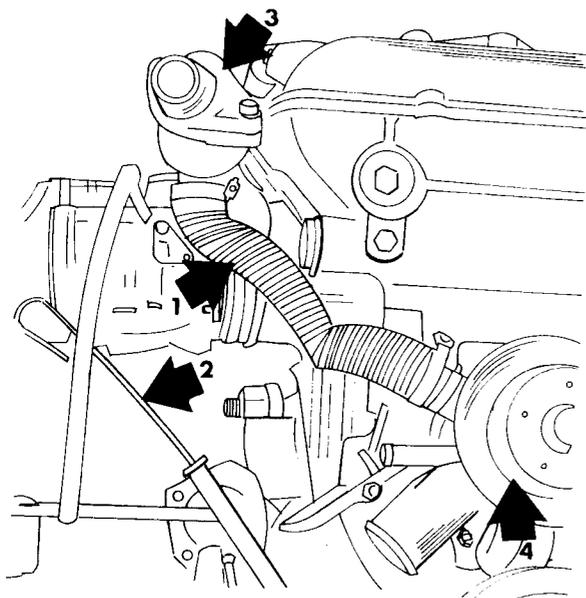

Bild 11
- Unter Bezug auf Bild 11 die Befestigungsschellen des Schlauches (1) lösen und den Schlauch von den beiden Anschlüssen abziehen. Den Ölmesstab (2) herausziehen.
- Die Muttern des Thermostatgehäusedeckels («3» in Bild 11) entfernen, den Deckel und die Dichtung abnehmen und den Thermostat herausheben.
- Die Wasserpumpe («4» in Bild 11) vom Stirndeckel abschrauben.